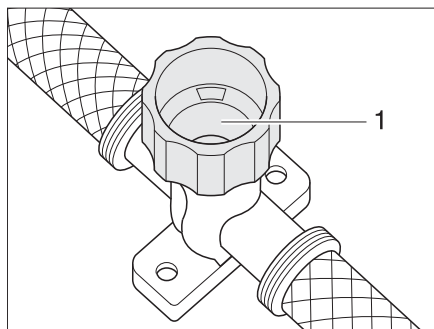

Fig. 131 Llave de desagüe para calentador Therme
- Cerrar la llave de desagüe. Para ello, girar el capuchón (Fig. 131,1) en sentido de las agujas del reloj.
- Abrir la llave de desagüe del calentador Therme. Para ello, girar el capuchón (Fig. 131,1) en sentido contrario a las agujas del reloj.